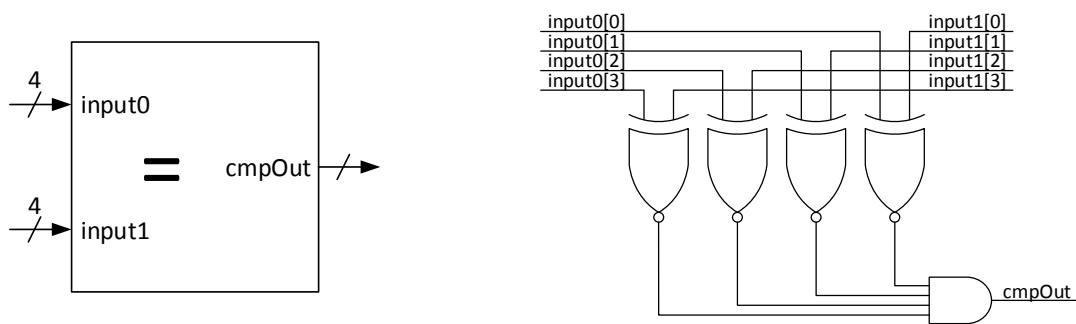
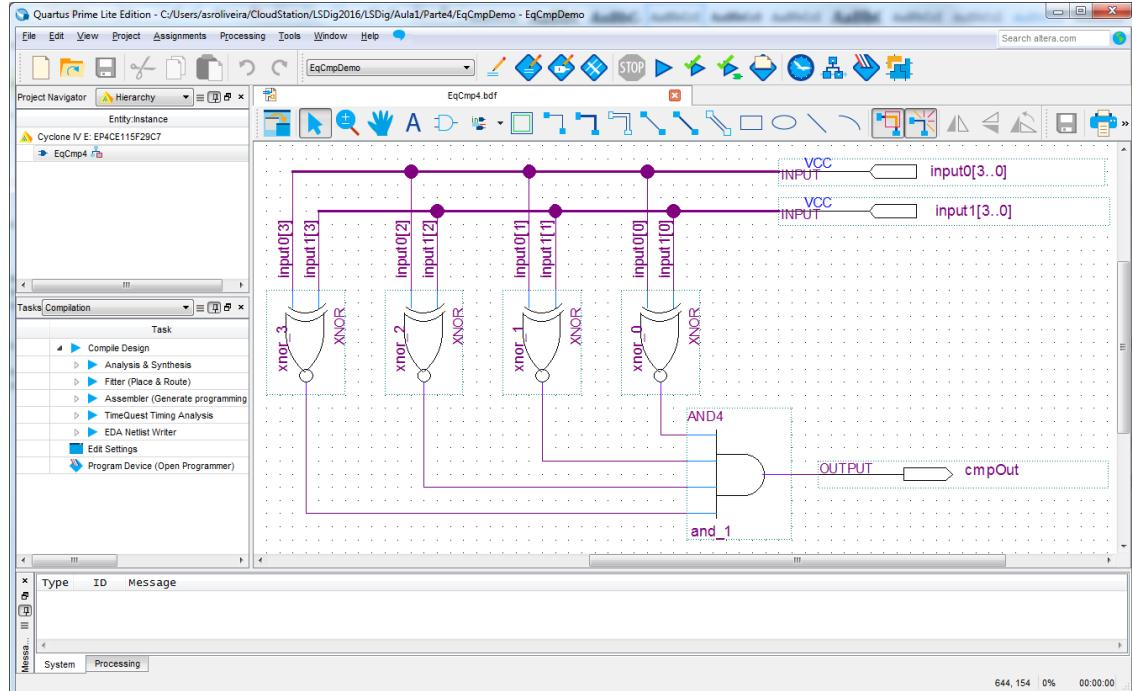

Figura 59 – Diagrama lógico do comparador de igualdade de palavras de 4 bits.
Figura 60 – Diagrama lógico do comparador de igualdade de palavras de 4 bits com interligação e identificação dos diversos elementos do circuito.
2. Crie um novo ficheiro para um diagrama esquemático, chamado “EqCmp4.bdf”, para implementar um comparador de igualdade de palavras de 4 bits (Figura 59). No final da edição do esquema lógico, o circuito deve ser semelhante ao da Figura 60. Utilize os componentes “xnor” e “and4” da biblioteca do “Altera Quartus Prime” acessível através do “Symbol Tool”.